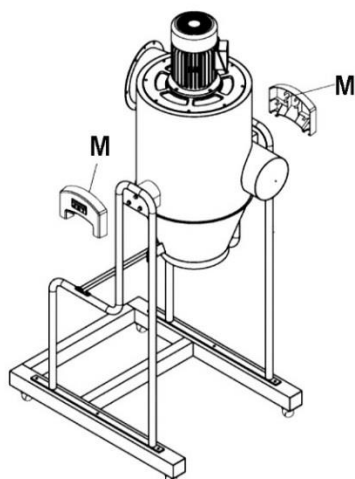

Figure 7
8. Installez le couvercle latéral (M) sur les montants gauche et droit. Voir la Figure 7.